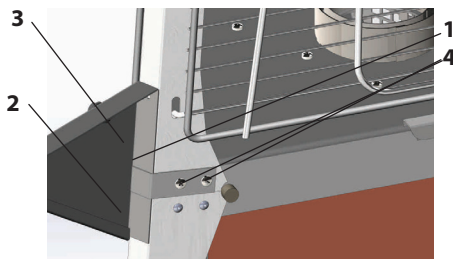

Рис. 6
2. открутите винты (4), фиксирующие верхний профиль (1);
3. заведите уголок (2) в прорезь опоры (3);
5. повторите операции 2-4 для оставшихся опор (Рис. 6);